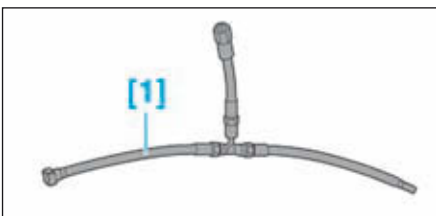

FIG.57
- Visser, sans les serrer, les vis (4).
- Serrer au couple les vis (4).
- Contrôler la présence de la douille de centrage (8).
- [1]. Raccord pour la purge du filtre à carburant (référence : 1604-C/4215-T) (Fig.57).